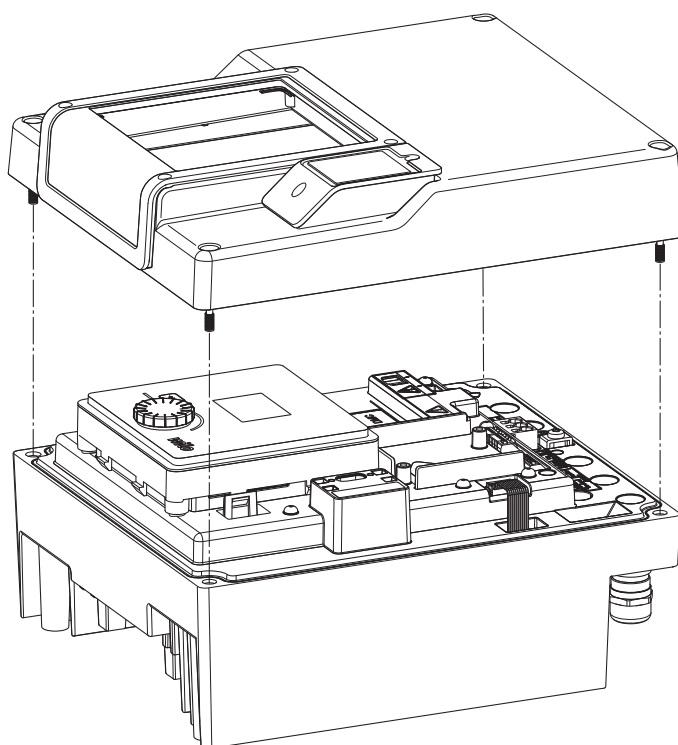

Fig. 45: Aprire il coperchio del modulo elettronico
- Aprire il coperchio del modulo elettronico. (Fig. 45).